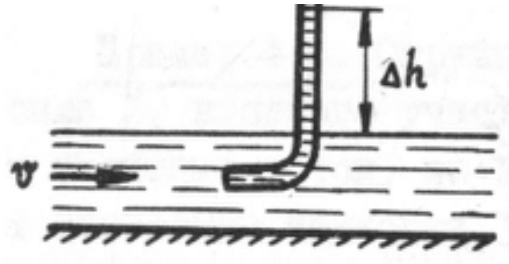

Рис.4
6. Трубка полного давления помещена в поток жидкости, движущейся в открытом канале (рис. 4). Жидкость поднялась в трубке на высоту $\Delta h = 0,4 \text{ м}$. на какую высоту поднимается жидкость в трубке, если скорость движения жидкости увеличится в два раза?